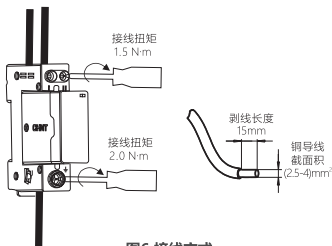

图6 接线方式
5.4 适用于铜导线连接，导线选择见表3，接线方式及剥线长度示意如图6。